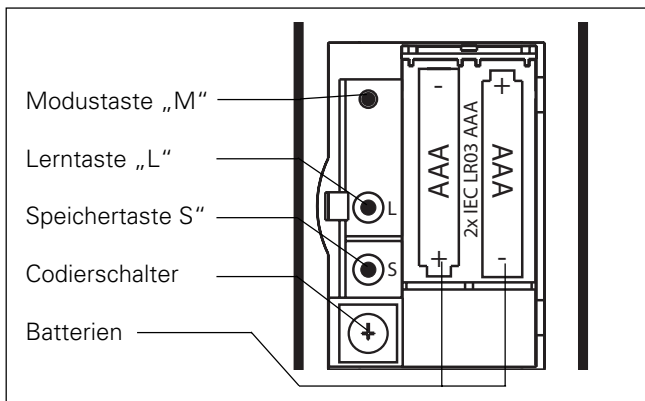

Abb. 4: Handsender bei geöffnetem Batteriefach
- Die Modustaste „M“ (Abb. 4) des Handsenders drücken, die Sende-LED beginnt zu blinken
- Die Modustaste „M“ (Abb. 4) des Handsenders drücken, die Sende-LED erlischt, die Endlagen und die Drehrichtung wurden eingelernt.
- Die Modustaste „M“ (Abb. 4) des Handsenders drücken, die Sende-LED beginnt zu blinken.